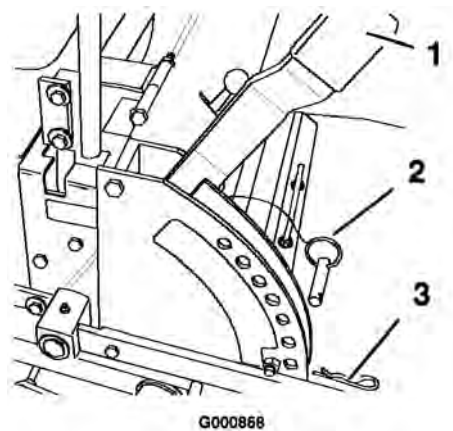

Bild 13
1. Heben Sie den Schnitthöhenhebel in die Transportstellung (gleichfalls die 114-mm-Schnitthöheneinstellung) (Bild 13).
2. Entfernen Sie den Splint und den Lastösenbolzen zum Einstellen der Schnitthöhe aus der Schnitthöhen-Halterung (Bild 13).
3. Wählen Sie das Schnitthöhenloch in der Schnitthöhenhalterung, das der gewünschten Schnitthöhe entspricht, und stecken Sie den Lastösenbolzen wieder ein (Bild 13).
4. Befestigen Sie den Lastösenbolzen mit dem Splint (Bild 13).